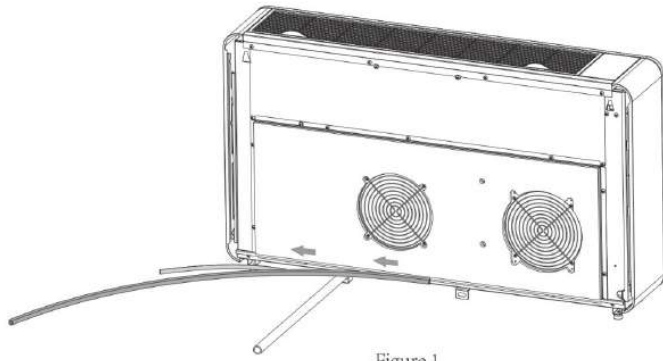

Figure 1
1. Der Dichtungsstreifen sollte entlang der Maschinenkante angebracht werden, wie in Abbildung 1 gezeigt.
1. Drücken Sie die Schaltfläche „Sign Up“ unten auf dem Bildschirm, wie in Abbildung 1 gezeigt.